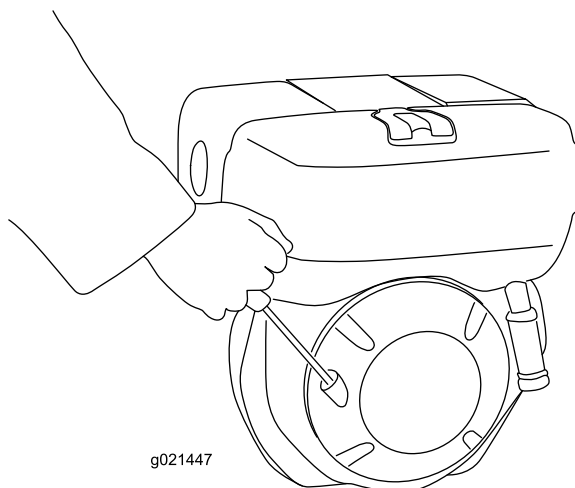

Figura 12
2. Tire lentamente del arrancador de retroceso hasta que encuentre una ligera resistencia (Figura 12).